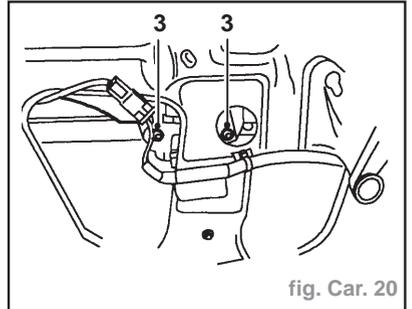

fig. Car. 20
- Enlever les boulons maintenant la glace sur le lève-glace (3) (fig. Car. 20).